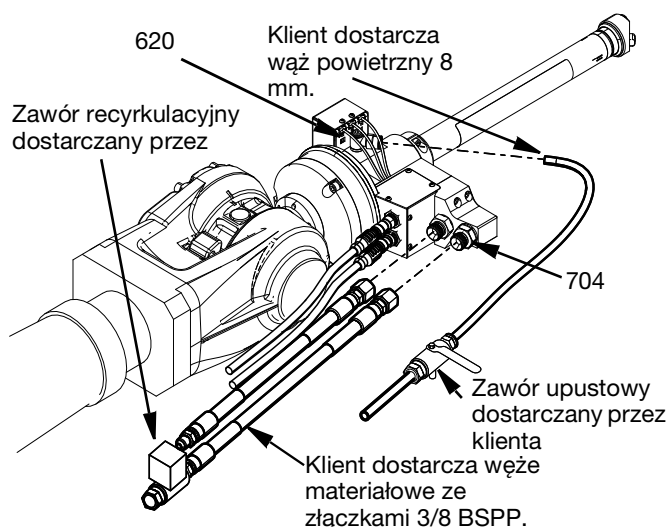

FIG. 6
Dopływ powietrza jest podłączony do pistoletu Switch 3D za pomocą węża poliuretanowego 8 mm do łącznika obrotowego (620) z boku obudowy obrotowej (619). Klient musi zainstalować zawór upustowy powietrza pomiędzy doprowadzeniem powietrza a połączeniem pistoletu Switch 3D. Patrz FIG. 6.
pomocą wtyczki 3/8 BSPP (132879). W przypadku wybrania wersji do dwóch materiałów oba połączenia są wlotami (nie ma możliwości powrotu). Patrz FIG. 6.
- Sprawdzić, czy zawory elektromagnetyczne (613), pokazane jako części komory obrotowej na stronie 32, działają prawidłowo, otwierając i zamykając każdy zawór zawieszenia robota i wstuchując się w dźwięk pracującego tłoka.
- Otworzyć zawór recyrkulacyjny dostarczony przez klienta i przepłukać materiał przez zawór aż do chwili usunięcia całego powietrza uwięzionego w materiale powrotnym. Patrz FIG. 6.
3. Uwolnić całe ciśnienie powietrza z przewodów poprzez zamknięcie zaworu upustowego dostarczanego przez klienta. Patrz FIG. 6.
4. Jeśli końcówka dyszy lub wąż materiału są zatkane lub jeśli po wykonaniu powyższych czynności ciśnienie nie zostało całkowicie obniżone, należy bardzo powoli poluzować dostarczony przez klienta wąż materiałowy 3/8 cali ze złączem wlotowym BŠPP (704) (patrz FIG. 6).